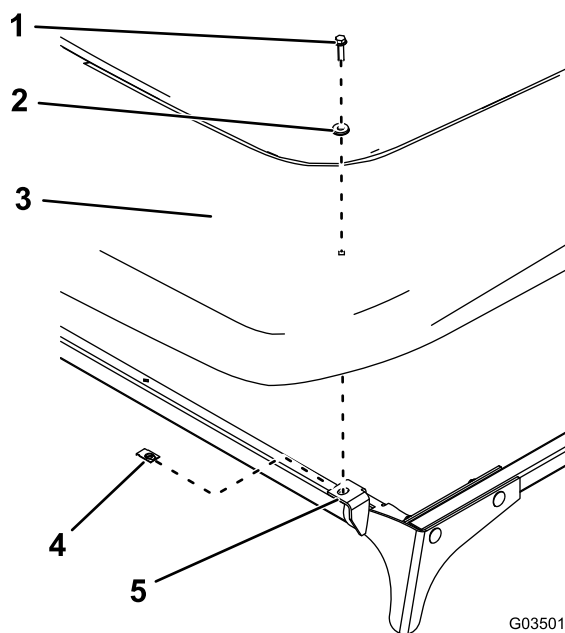

Bild 12
13. Befestigen Sie das Sonnendach mit zwei Clips, zwei Dichtungsscheiben und zwei Bundbolzen (1/4" x 1") an den vorderen Platten, wie in Bild 12 abgebildet.